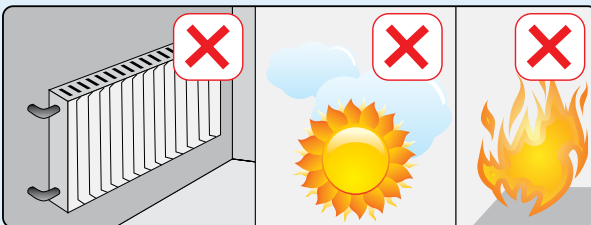

IMAGEN 4
- Ponga a una distancia de fuentes de calor por lo menos (1) metro. (estufa, calentador, estufa eléctrica, etc.) (Imagen 4)